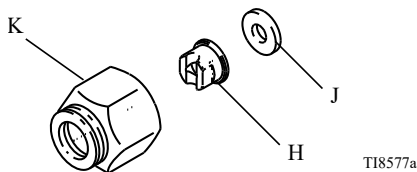

図 7-3: GG0 チップの取り付け
- ファンチップでスプレーパターンの方向を調整する場合は、チップのスロットを水平方向にすると水平パターンに、垂直方向にすると垂直パターンになります。図 7-3 を参照してください。